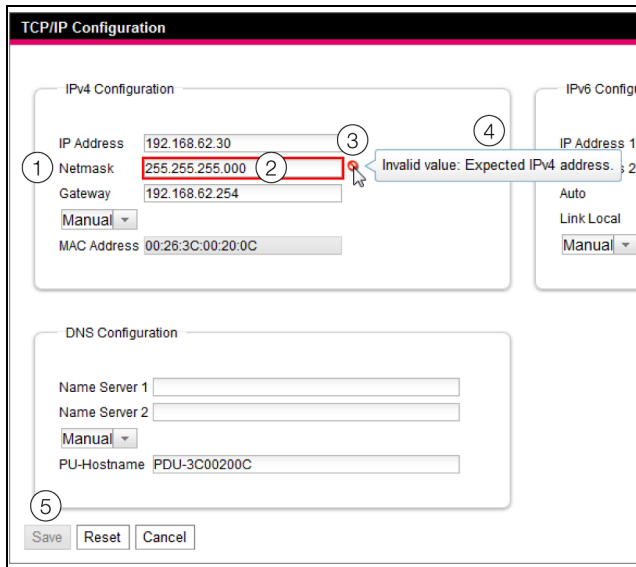

Abb. 43: Anzeige einer fehlerhaften Eingabe
- Hinter dem fehlerhaften Eintrag (Abb. 43, Pos. 2) im Feld **Netmask** (Abb. 43, Pos. 1) erscheint ein rotes „Verbotssymbol“ (Abb. 43, Pos. 3).
- Wenn Sie den Mauszeiger über das Verbotssymbol setzen, erscheint ein Hinweis mit Zusatzinformationen zum Fehler (Abb. 43, Pos. 4).
- Die Schaltfläche **Save** ist deaktiviert (Abb. 43, Pos. 5), so dass die aktuell hinterlegten Werte so nicht abgespeichert werden können.